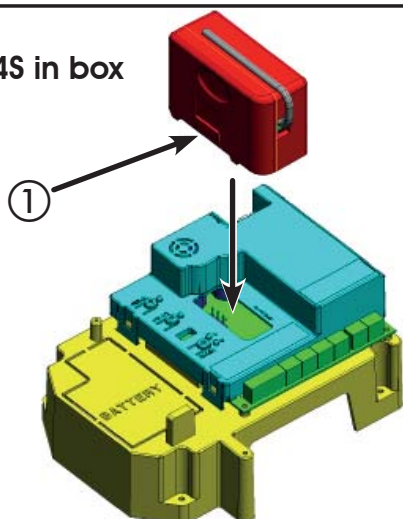
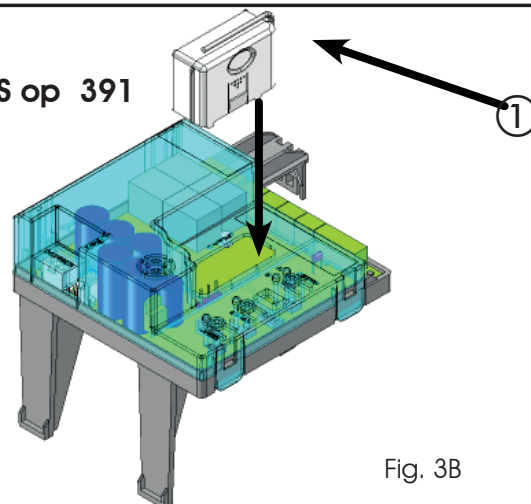

Fig. 3A
Fig. 3B
De apparatuur is voorzien van een geïntegreerd decoderingssysteem met twee kanalen (DS, SLH, LC), OMNIDEC genaamd. Met dit systeem kan, door middel van een aanvullende ontvangstmodule (Fig. 3A ref. ① en Fig.3B ref. 1 voor E024S voor 391) en radioafstandsbedieningen met dezelfde frequentie, zowel de volledige opening (OPEN A) als de gedeeltelijke opening (OPEN B) van het automatische systeem in het geheugen worden opgeslagen.